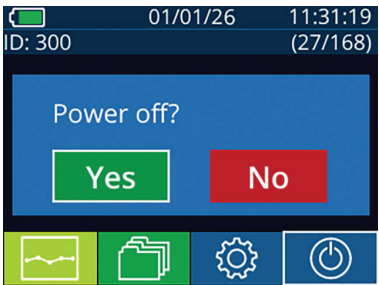

Fig. 44
- Vaya a la pantalla de inicio, seleccione el icono de **Alimentación** para apagar el instrumento y presione **Yes** (Sí) para confirmar la operación (Fig. 44).